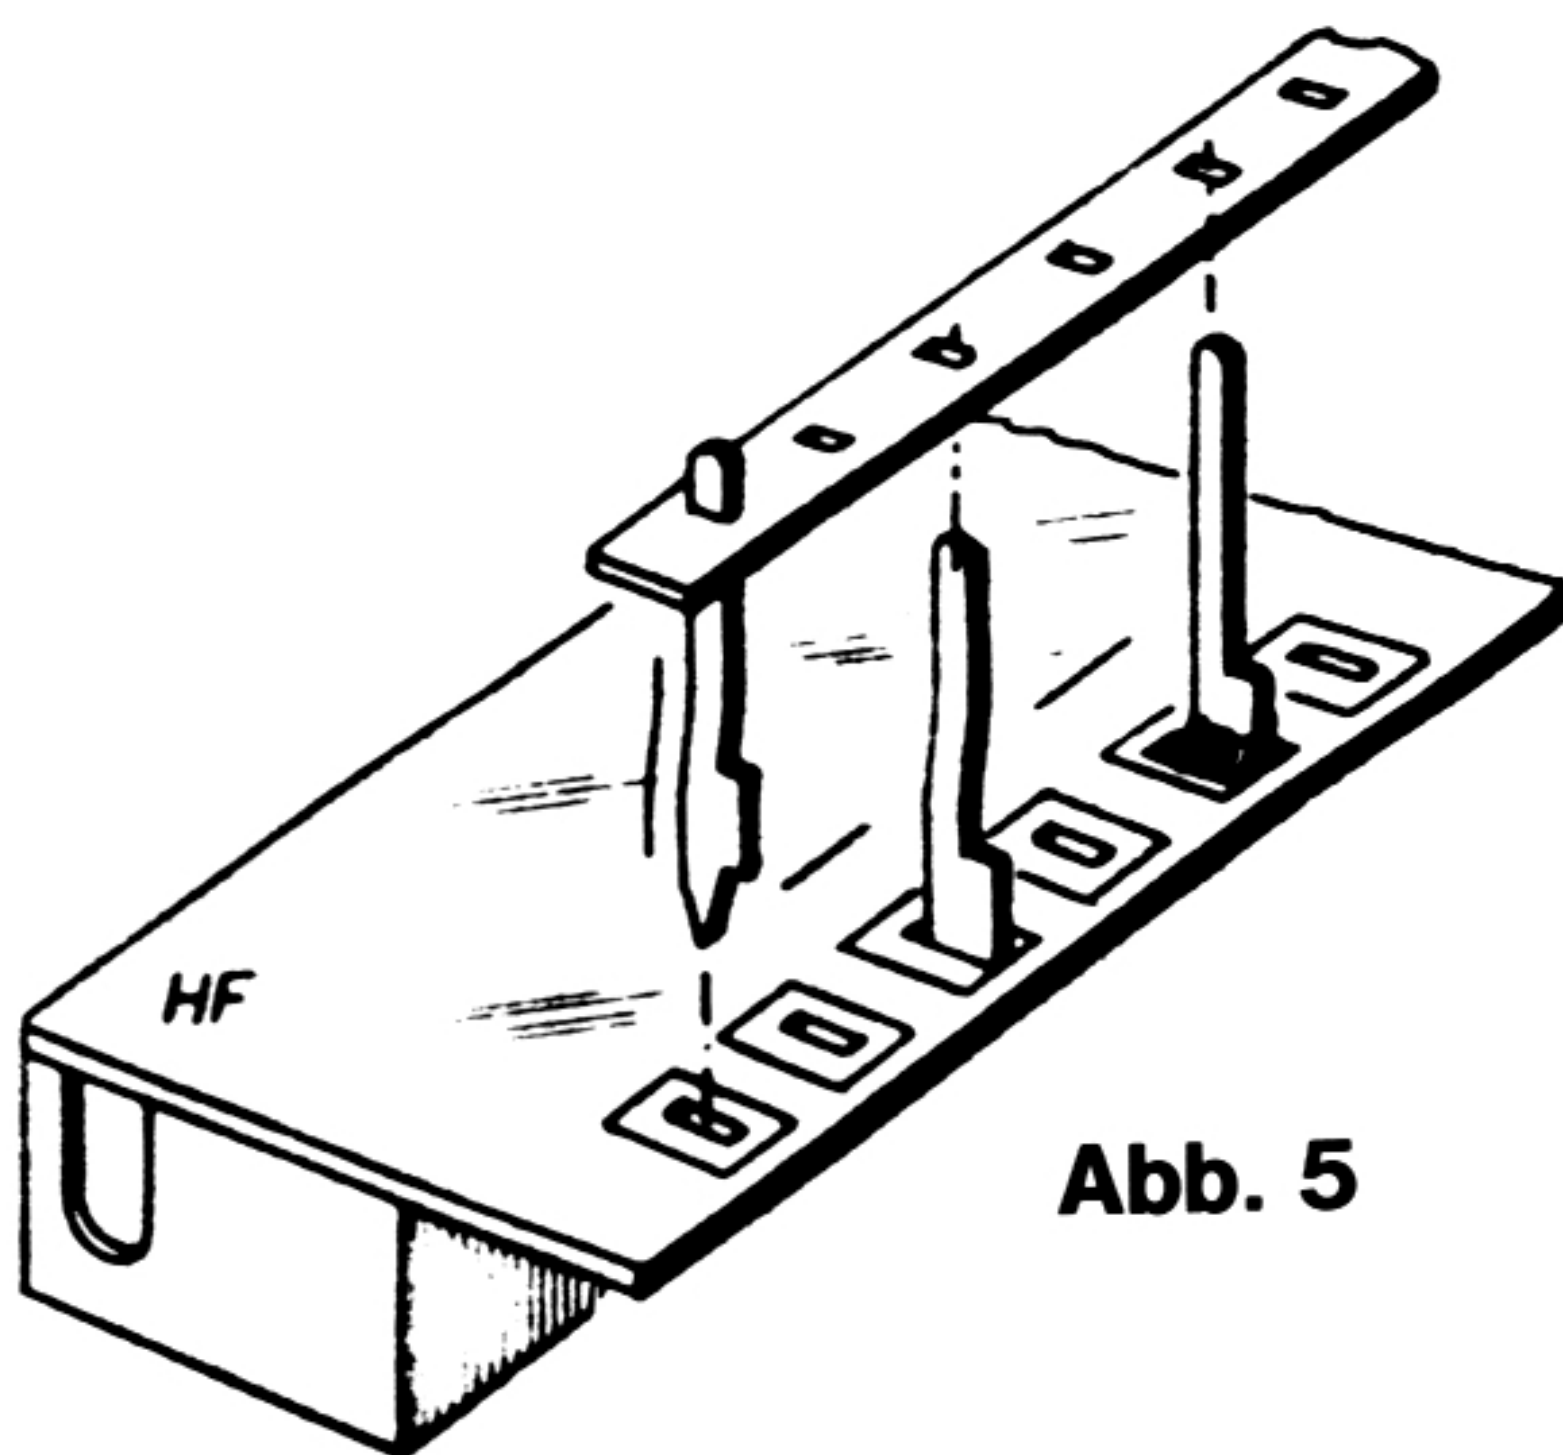

Abb. 5
1. Bereiten Sie die HF-Einheit vor. Legen Sie sie gem. Abb. 5 mit der „Kupferseite“ nach oben vor sich auf den Tisch. Halten Sie dann die 14 Spezial-Lötstifte, die in einem Plastikstreifen stecken, entsprechend der Abb. 5 über die Löcher der HF-Einheit. Stecken Sie vorsichtig die Lötstifte mit der kurzen Seite in die Löcher der HF-Einheit. Löten Sie erst einen (links in Abb. 5) Lötstift fest. Dazu drücken Sie ihn in die HF-Platte, so daß die Ausbuchtung direkt auf der Platte liegt. Nun drücken Sie diesen Stift so weit wie möglich an den äußeren Rand (rechts in Abb. 5) und stellen Sie ihn senkrecht. Erst jetzt verlöten Sie diesen Stift. Das Gleiche (auf die Platte drücken, nach außen schieben und senkrecht stellen) machen Sie mit dem anderen äußeren Lötstift, bevor Sie ihn verlöten. Erst wenn Sie einen dritten Stift in der Mitte dieser Reihe auf die gleiche Weise verlötet haben, können Sie die restlichen Lötstifte ebenso anlöten.